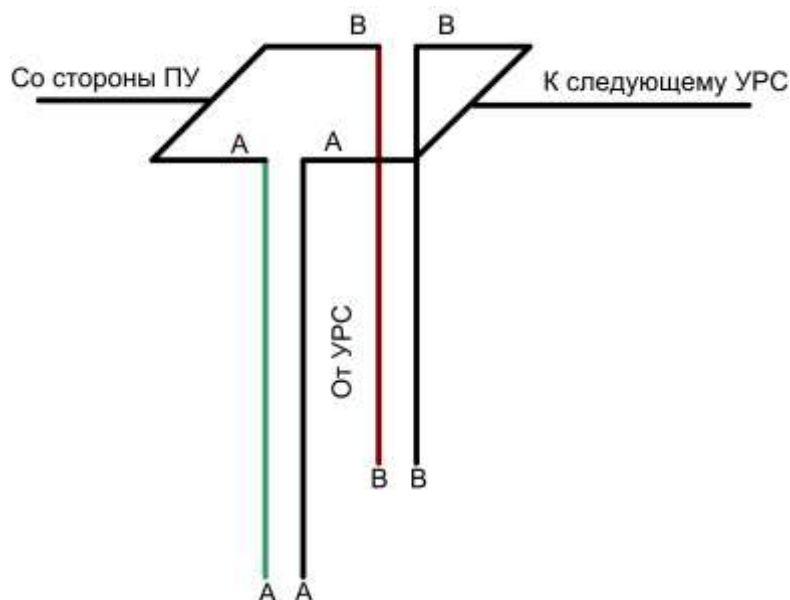

Рисунок 6 – Схема включения УРС в линию связи
2.3.4.9 Подключить УРС к линии связи в соответствии со схемой включения (рисунок 6).